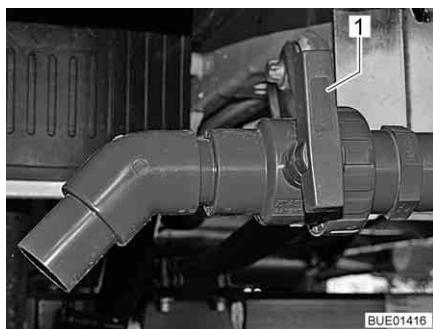

Fig. 182 Rubinetto di scarico (esterno)
- Ruotare la maniglia (Fig. 181,1 o Fig. 182,1) del rubinetto di scarico nella direzione di scorrimento. Le acque grigie vengono così scaricate attraverso un rubinetto a sfera.